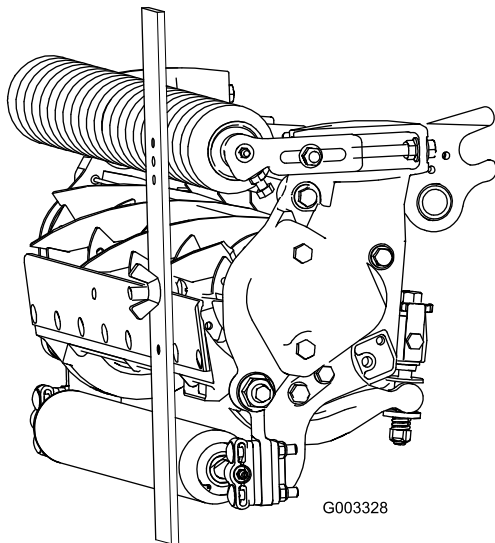

Figure 24
4. Accrochez la tête de la vis sur le bord tranchant de la contre-lame et appuyez l'arrière du gabarit contre le rouleau arrière (Figure 24).
5. Tournez la vis de réglage jusqu'à ce que le rouleau avant touche le gabarit (Figure 24). Réglez les deux extrémités du rouleau jusqu'à ce que celui-ci soit parfaitement parallèle à la contre-lame.